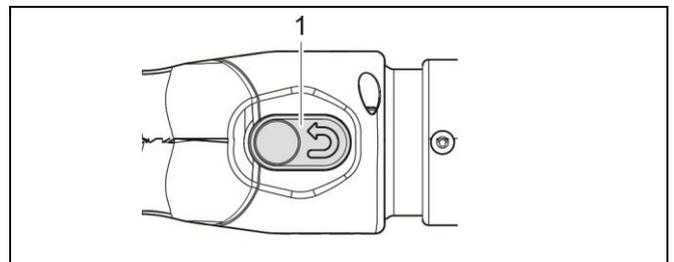

Fig. 12: Press Reset button.
1. Press the Reset button (Fig. 12/1).